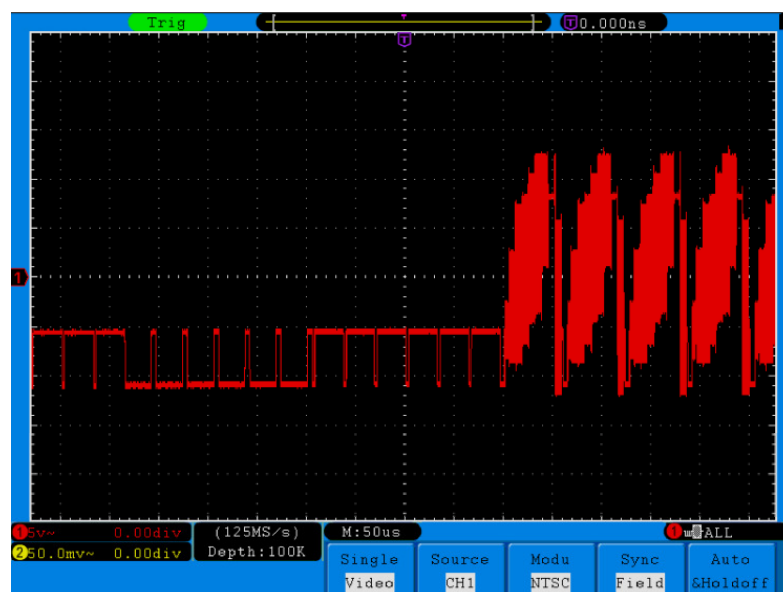

Abb. 85 Wellenform, erfasst durch Videofeldtrigger
11. Betätigen Sie die Einstellknöpfe **VOLTS/DIV**, **VERTICAL POSITION** und **SEC/DIV**, um die Wellenform entsprechend anzuzeigen (siehe **Abb. 85**).